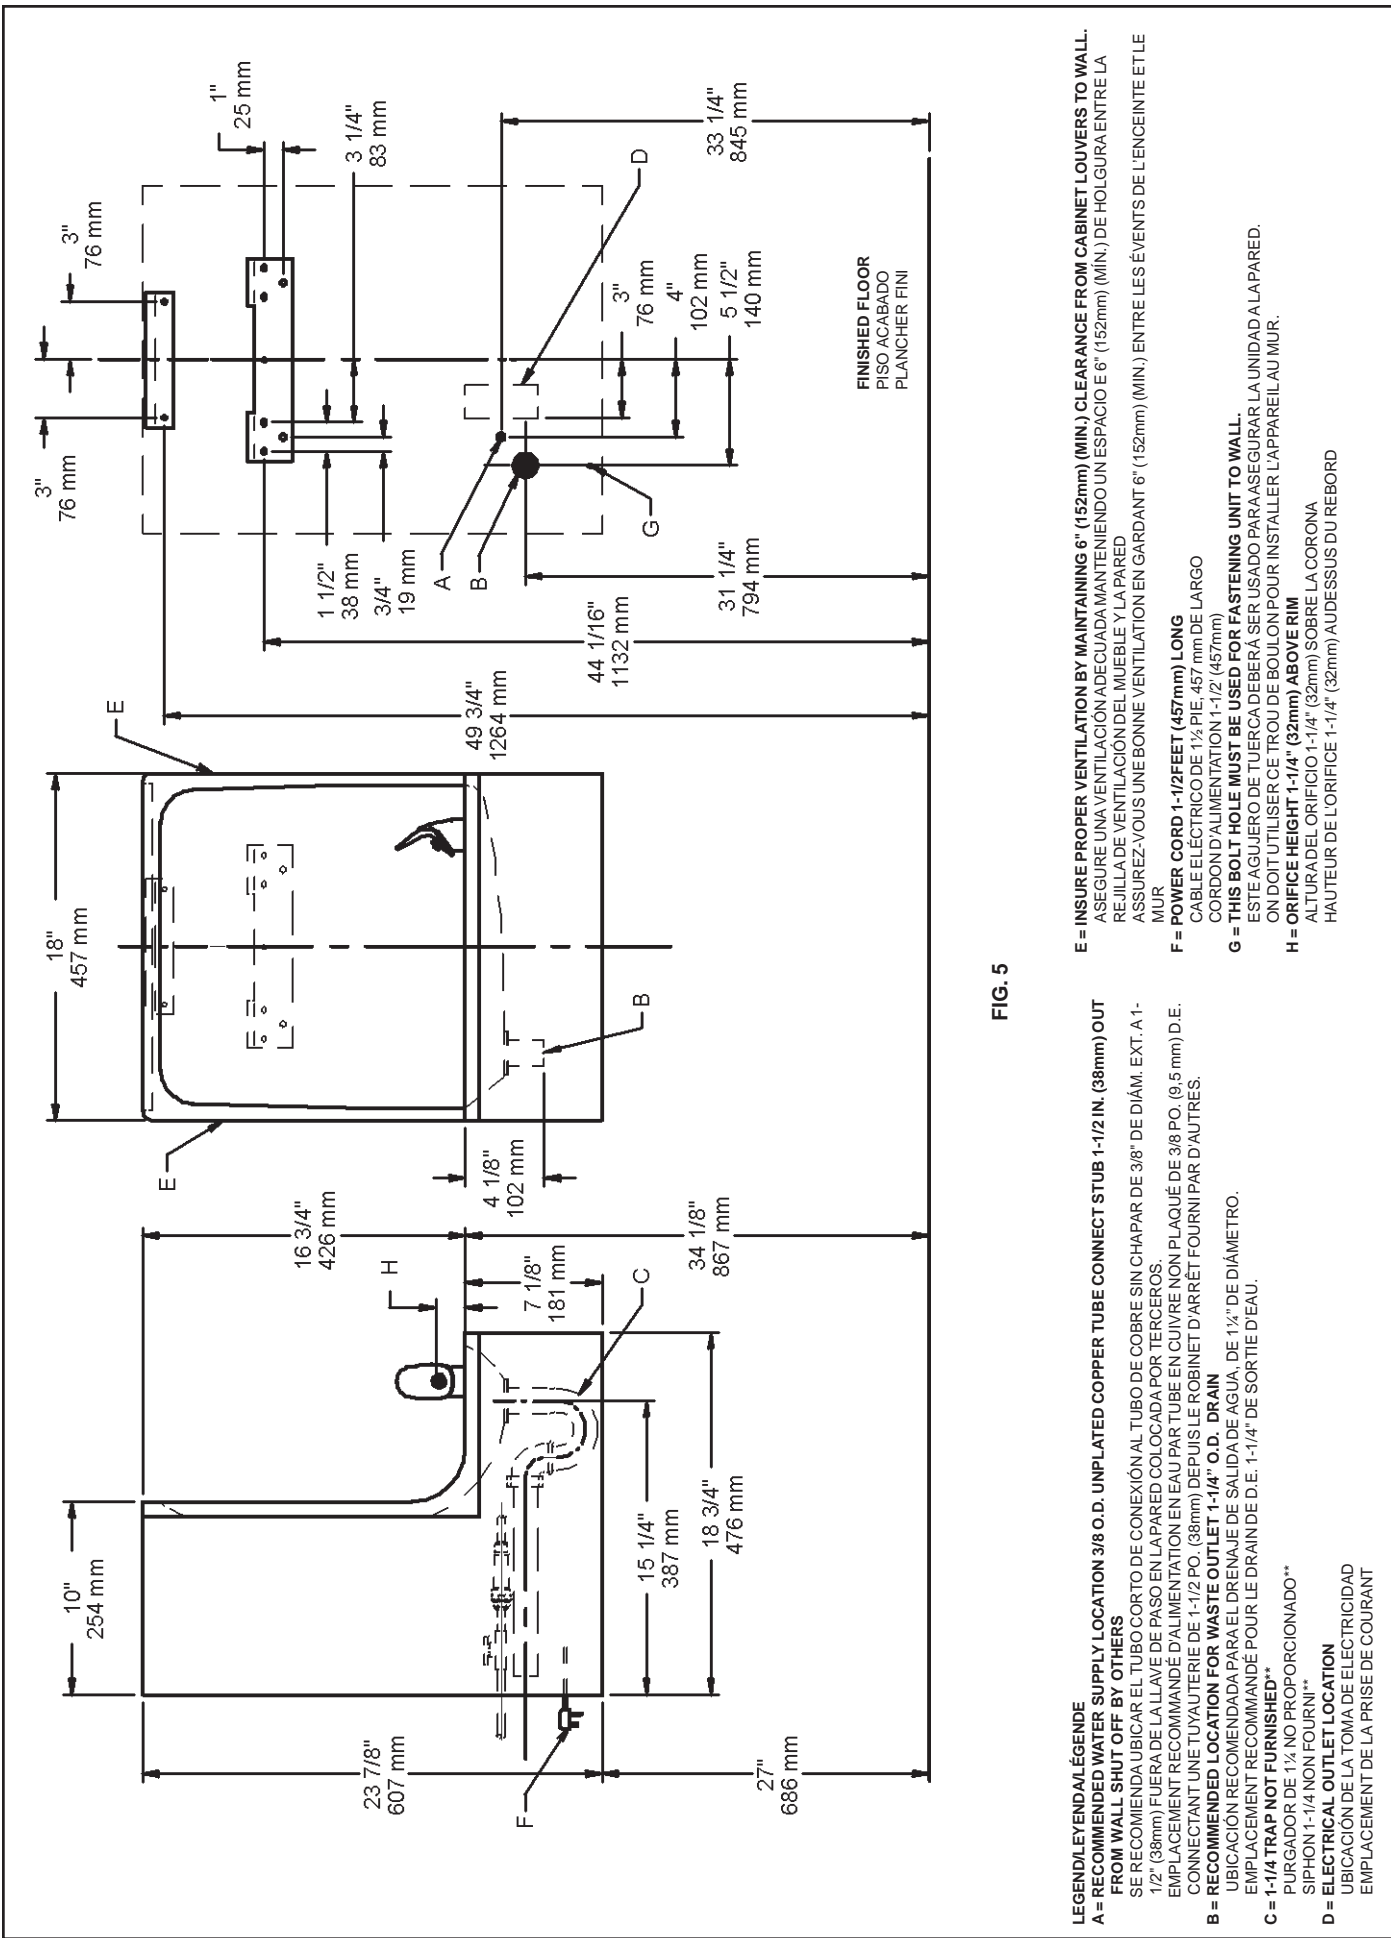

FIG. 5
- 2) Mount the hanger brackets and trap as shown in Figure 5.
- Anchor hanger securely to wall using all six (6) 1/4 in. dia. mounting holes.
- 5) Loosen the two (2) screws holding the front panel at the bottom of cooler base. Remove the front panel and set aside.
- 2) Monte los fijadores de suspensión y quite el purgador como se muestra en la Fig.5.
- Ancle el suspensor de forma segura a la pared usando todos los seis (6) agujeros de montaje de 1/4" de diámetro.
- 5) Afloje los dos (2) tornillos que sostienen la parte inferior del panel en la parte inferior de la base del enfriador. Quite el panel frontal y póngalo a un lado.
- 2) Installez les supports et le siphon tel qu'indiqué à la fig. 5.
- Ancrez solidement le support au mur à l'aide des six (6) trous de fixation d'un diam. 1/4 po.
- 5) Dégagez les deux (2) vis retenant le panneau inférieur avant au bas de la base du refroidisseur. Retirez le panneau avant et mettez-le de côté.